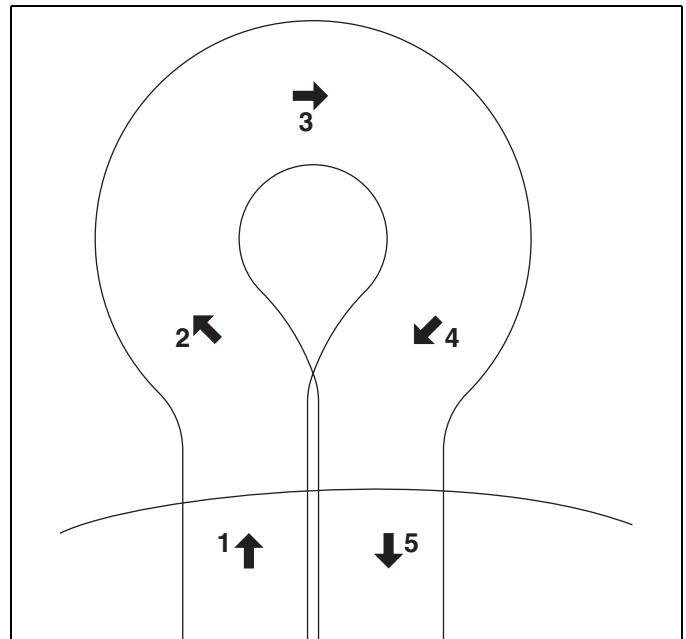

Abbildung 6F
- e. Um nach rechts zu fahren, den Mäher zunächst leicht nach links drehen (**2**). Wenn der Mäher um ca. 1/2 seiner Breite nach links gefahren ist, ihn schnell nach rechts drehen (**3 und 4**), wobei Sie den Mäher mit der rechten Hand lenken. Auf diese Weise können sie schnell in wenigen Schritten wenden. [Abbildung 6F]